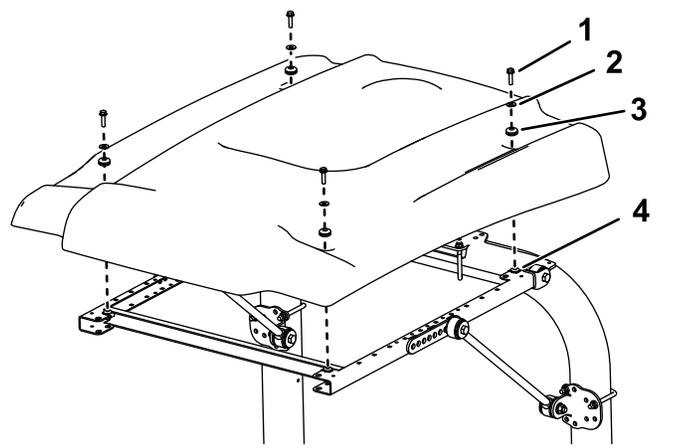

Figura 38
15. Durante l'allineamento dei fori di montaggio, posizionate il parasole sul telaio come mostrato in Figura 38.
16. Montate, senza serrarlo, ciascun angolo del parasole sul telaio con un bullone a testa flangiata (5/16" x 1 1/4") con una rondella piccola e un gommino (Figura 38).